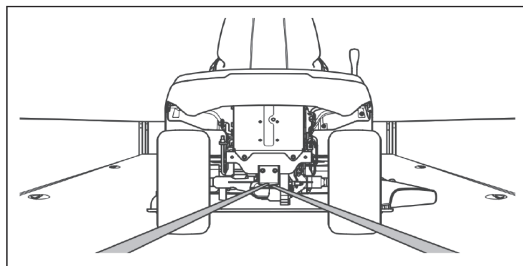

Рис. 50
9. Замацуйце газонакасілку рамянямі або тросамі па меры неабходнасці, каб прадухіліць рух падчас транспарціроўкі (Рис. 50 і Рис. 51).